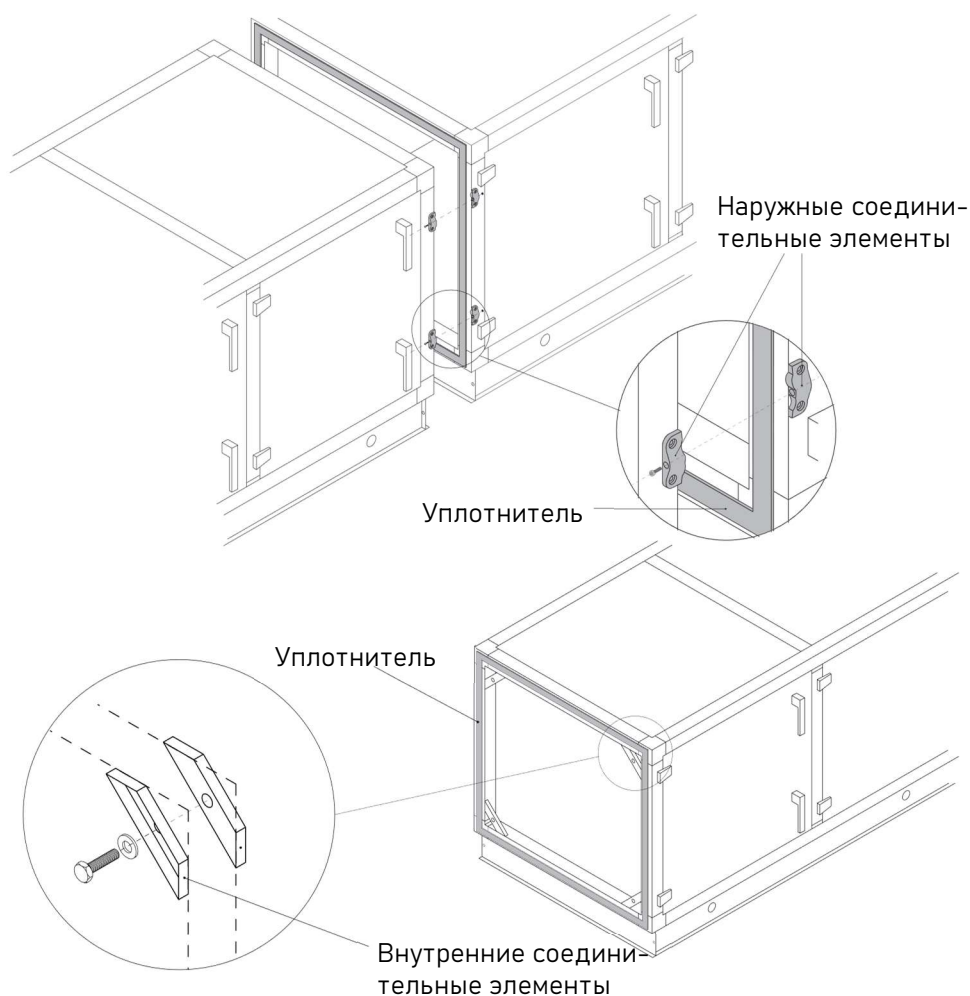

Рисунок 4 - Стыковка секций
- 5.1.4 Если монтажное положение горизонтально (вертикально) на полу, расположите установку в выбранном месте. Если установка состоит из нескольких секций, расположите одну из них в выбранном месте, обклейте поверхность, которой она будет стыковаться уплотнительной лентой и стяните секции при помощи наружных или внутренних соединительных элементов (Рисунок 4).